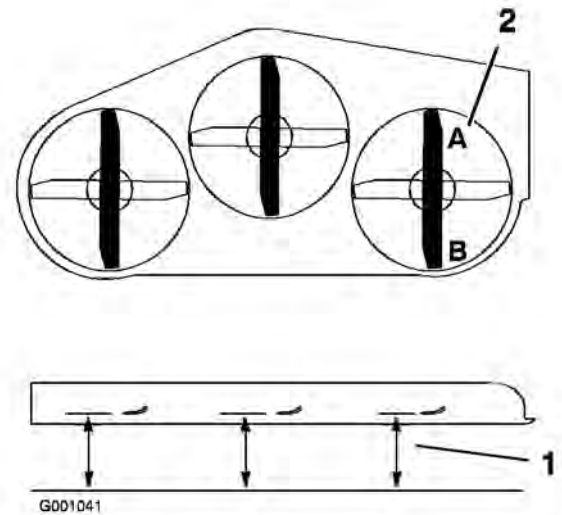

Figura 76
2. Coloque una cuchilla en posición longitudinal. Mida en las posiciones **A** y **B** desde una superficie nivelada hasta el filo de corte de los extremos de la cuchilla (Figura 76).
4. Coloque las cuchillas en posición longitudinal. Mida en las posiciones C y D (Figura 76) desde una superficie nivelada hasta el filo de corte de las cuchillas.